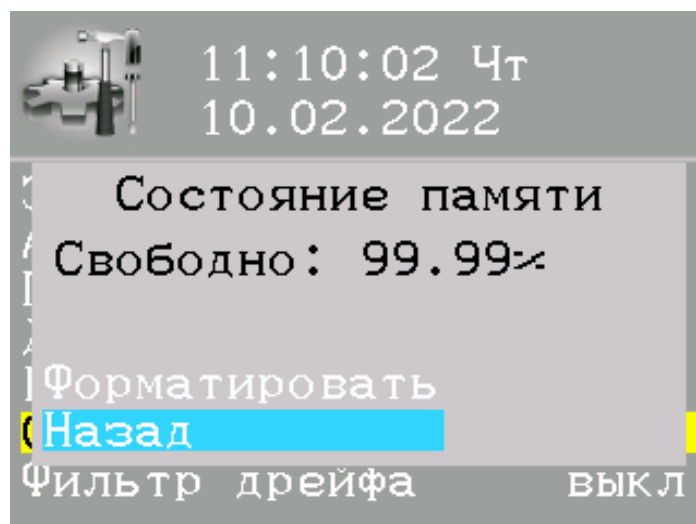

Рисунок 2.6 – Изображение подменю проверки памяти
- **СОСТОЯНИЕ ПАМЯТИ.** Проверяется свободный для записи объем памяти. В этом режиме также производится форматирование памяти, во время форматирования памяти стираются все записи. Для входа в режим проверки нажать кнопку **"ПУСК"**. На дисплее появится подменю проверки объема свободной памяти (см. рисунок 2.6).